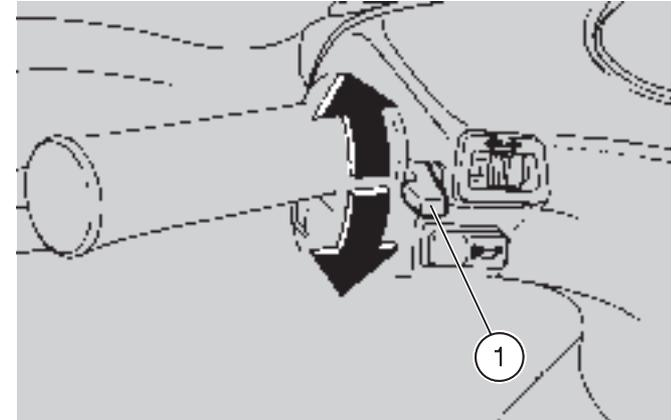

Abb. 22
- ◆ Beim Starten des kalten Motors den Bedienhebel der Kaltstartanhebung (1-Abb. 22) nach unten drücken.
- ◆ Wenn der Motor geheizt ist, den Bedienhebel der Kaltstartanhebung (1-Abb. 22) nach oben drücken.
- ◆ Den Bedienhebel der Kaltstartanhebung “|↘|” (1-Abb. 22) nach unten drücken.